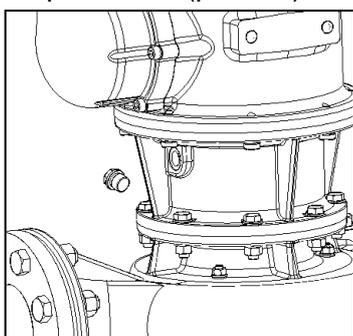

Рис. 8
1. Открутить резьбовую пробку (рис. 8)